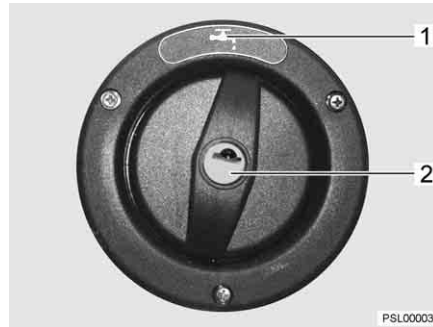

Fig. 189 Tubo de llenado de agua potable
El tubo de llenado de agua potable está identificado con el símbolo "☕" (Fig. 189,1). La tapa de cierre se abre o cierra con la llave para las cerraduras de trampa exteriores.
- Introducir la llave en el cilindro de cierre (Fig. 189,2) y girarla un cuarto de vuelta en sentido contrario a las agujas del reloj.
- Abrir el tubo de llenado de agua potable (Fig. 189) (véase el capítulo 6).